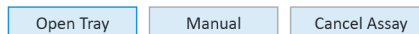

Figure 13. Boîte de dialogue Cartridge Barcode Read Failure (Erreur de lecture du code-barres de la cartouche)
Dans tous les cas d'erreur de lecture du code-barres de la cartouche de détection, le logiciel Wave Controller affiche un message donnant le choix entre trois actions correctives. (Voir Figure 13.)
- 1 Cliquer sur le Tray Widget (Widget Plateau). La boîte de dialogue Cartridge Barcode Read Failure (Erreur de Lecture du Code-barres de la Cartouche) s'affiche. (Voir **Figure 13**, page 37.)